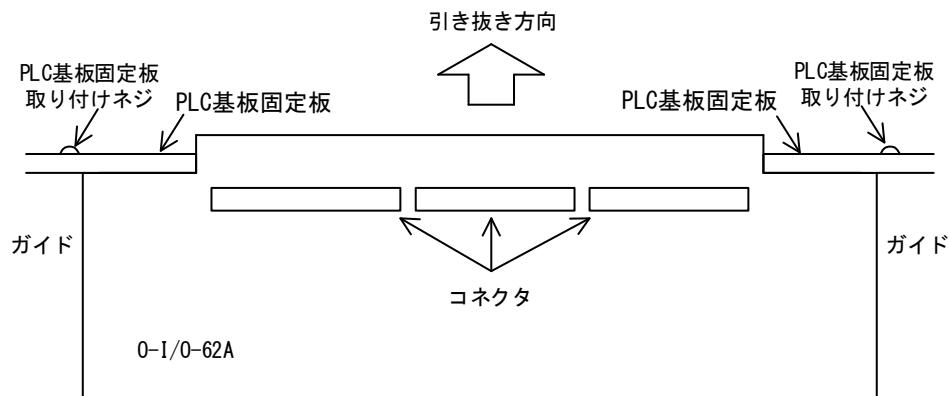

図 8-6 : PLC 基板取り付け状態
(3) PLC 交換手順
- ① 盤の電源スイッチ（#8D、#8A）を切にする。
- ② 送量部背面のコネクタ、配線を取り外す。
- ③ 前面扉を開く。
- ④ 前面四隅のシャーシ固定ネジを取り外す。
- ⑤ 前面パネルごと、シャーシを引き出す。
- ⑥ PLC 基板（0-I/0-062A）と LED 表示基板（0-I-204A）を接続しているコネクタを取り外す。（図 8-6 参照）
- ⑦ PLC 基板固定板取り付けネジを緩め、PLC 基板固定板を外す。（図 8-6 参照）